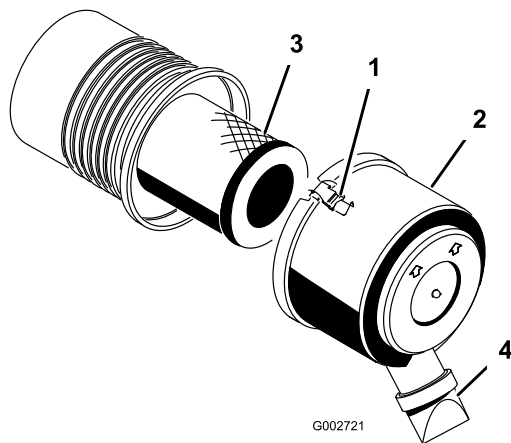

図 18
1. エア・クリーナのカバーをボディーに固定しているラッチを外す(図 18)。